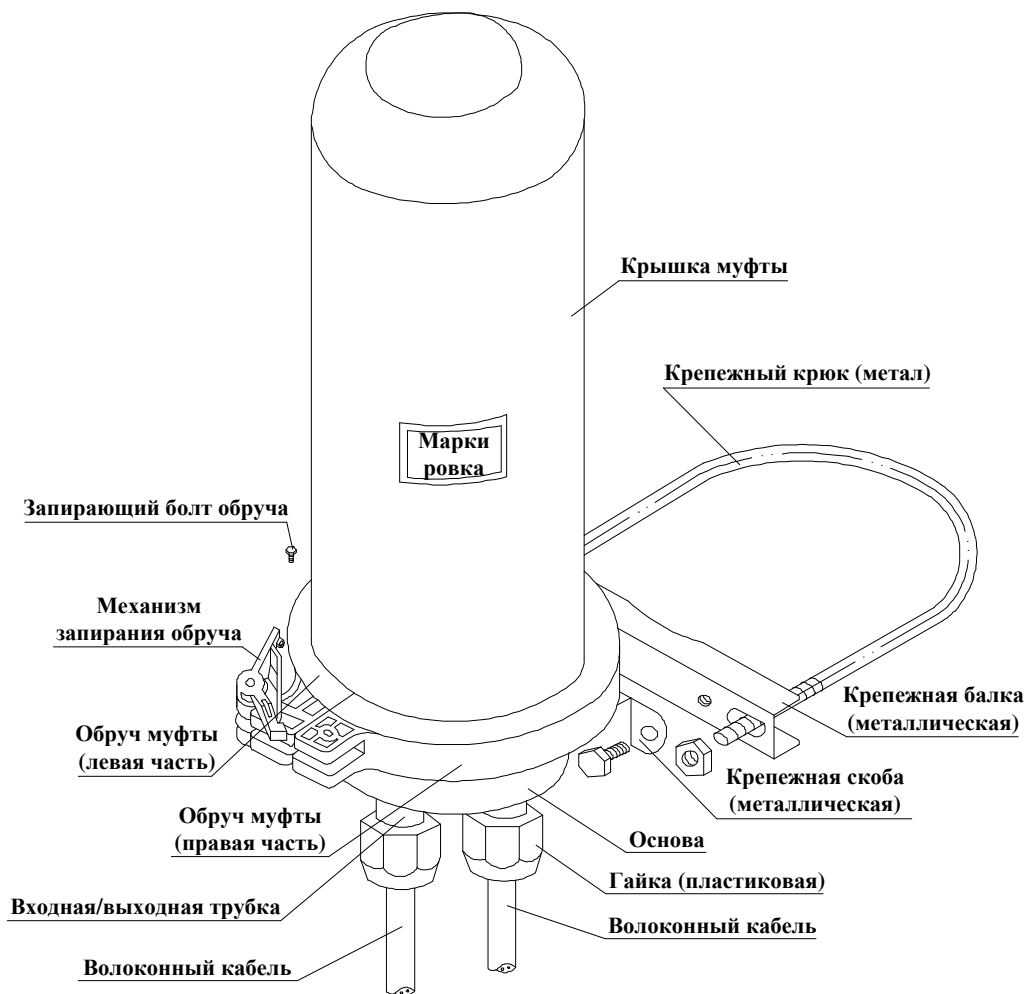

Рисунок 8
① При воздушной протяжке: закрепите металлический обруч и рейку на столбе (или другой опоре). Следуйте указаниям рисунка 8.
② При монтаже на стенах зданий: закрепите крепежную скобу на стену, используя крепежные болты. (Металлический обруч в этом случае не нужен).
③ При подземной прокладке: металлический обруч не нужен.
6.10.5. Смотрите рисунок 8.